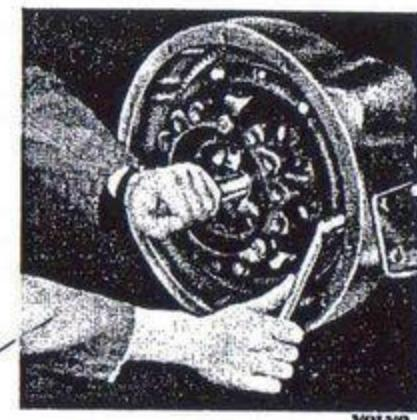

Bild 59. Montering av kopplingen.
3. Skruva fast kopplingen vid svänghjulet. Använd nya fjäderbrickor och dra skruvarna diametralt och ell varv åt gången. (Se bild 59). Inspänningen måste ske jämnt. Ta bort centreringsdoren.